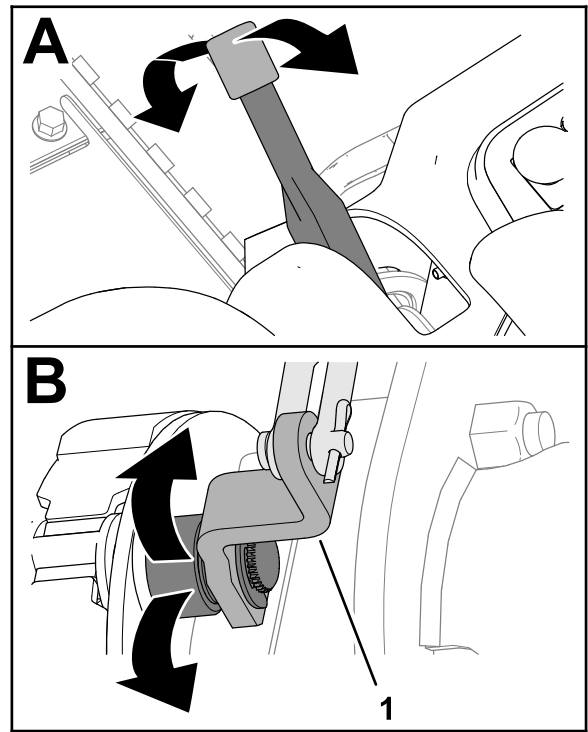

Bild 70
2. Bewegen Sie den Feststellbremshebel auf und ab, um zu prüfen, ob sich der Hebel für den Bremsnockenhebel frei bewegen lässt (Bild 70).